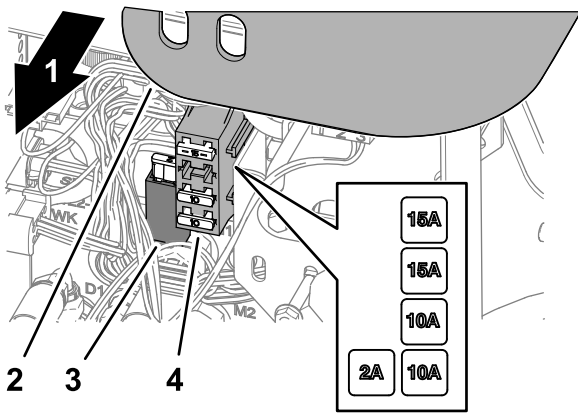

Bild 65
1. Heben Sie die Abdeckung vom Steuerarm ab (Bild 65).
2. Suchen Sie die durchgebrannte Sicherung im Sicherungshalter oder Sicherungsblock (Bild 65).
4. Montieren Sie die Abdeckung auf den Steuerarm (Bild 65).